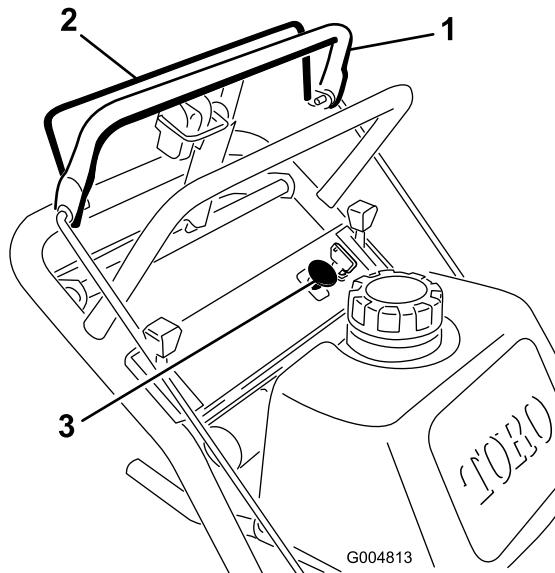

Figura 8
- Libere la barra de control superior para parar la máquina (Figura 8).
- Para engranar la cuchilla, apriete la barra de control de las cuchillas contra la barra de control superior (Figura 8).
Suelte la barra de control de las cuchillas para desengranar las cuchillas (Figura 8).